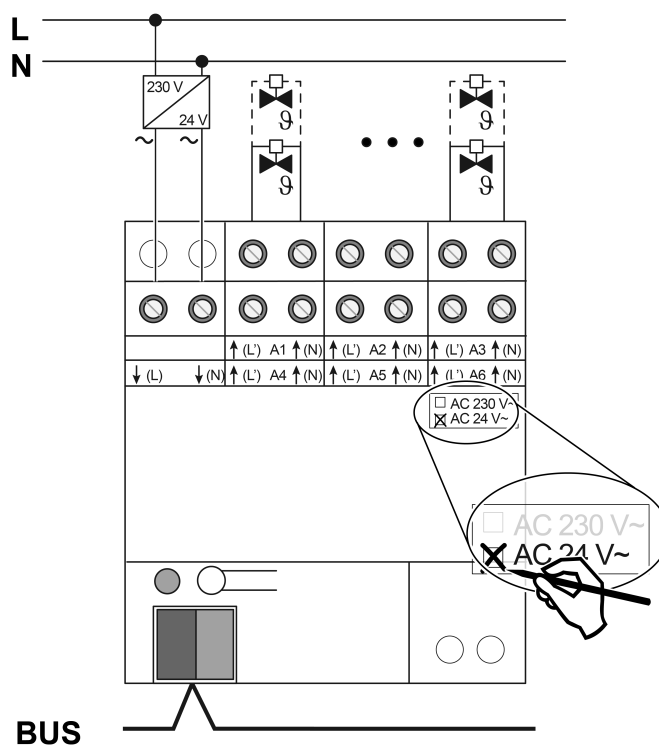

рисунок 3: Подключение сервоприводов 24 В
- Сервоприводы 24 В пер. тока подключать согласно схеме подключений (см. рисунок 3).